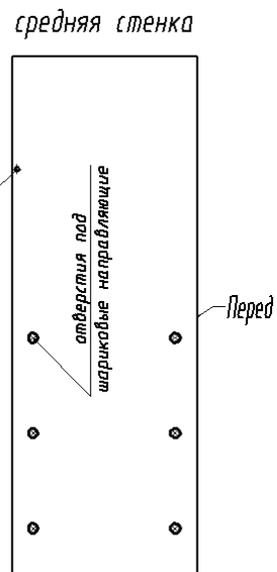

Рис.6
6. Установить ящики в тумбу, для этого с обеих сторон выдвинуть шариковые направляющие вперед. Расположить ящик между ними и через отверстие d5мм в задней части боковин ящика, винтом 4x20, закрепить их к направляющим. С наружной стороны ящика закрепить шурупом 3,5x16 шариковую направляющую к боковине ящика. См. рис.6
13. Установить зеркало (поз.23) в проем между деталями (поз.6,7) и закрепить полкодержателями для стекла. **См. рис.6**